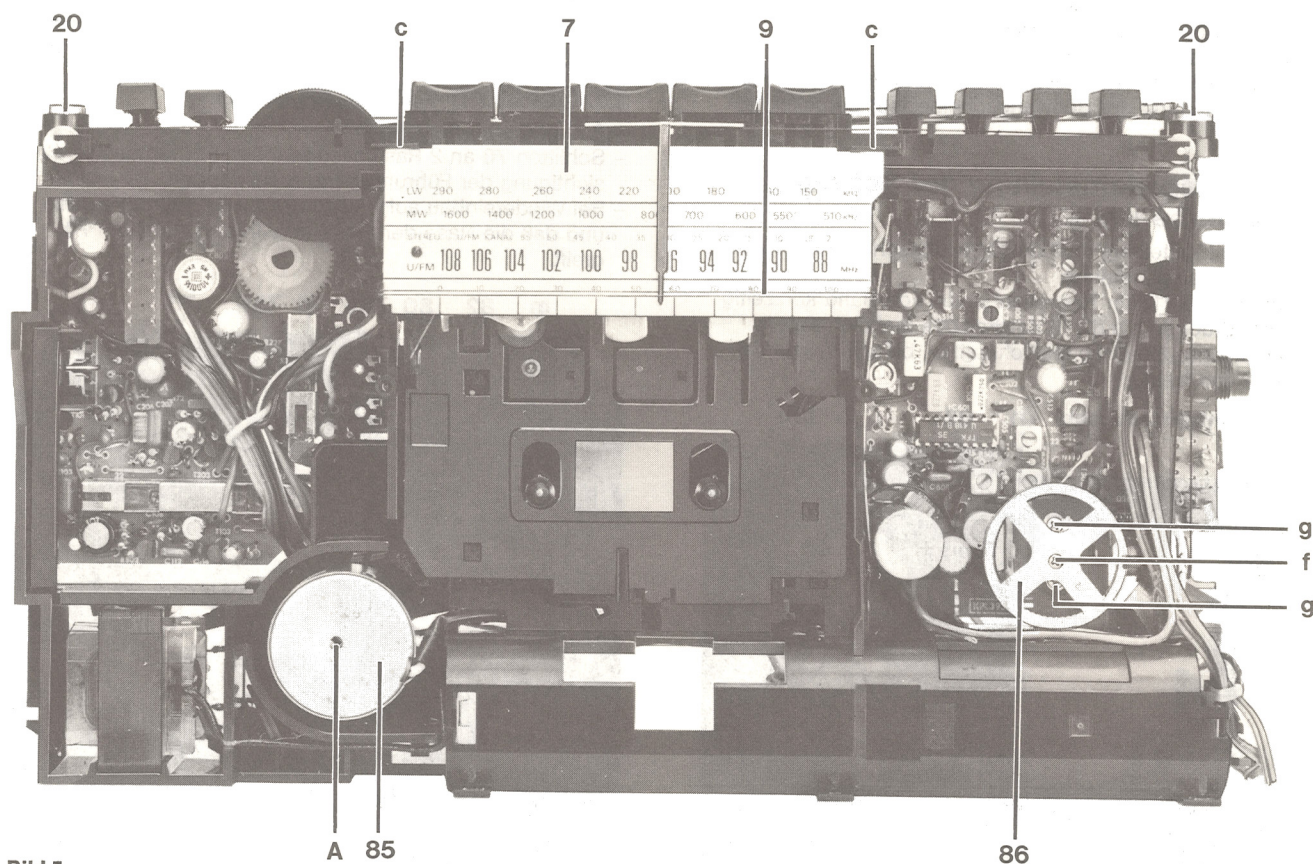

Bild 5
6. Skala ausbauen (Bild 5)
7. Mikrofon (Bild 5)
- Motor 85 (Bild 5) herausnehmen.
9. HF-NF-Platte ausbauen (Bild 5, 6)
- Skala **7** und Polyamidschnur **9** abnehmen (Bild 5).
- Nachzustellen mit Regler A (Bild 5) im Motorbaustein.